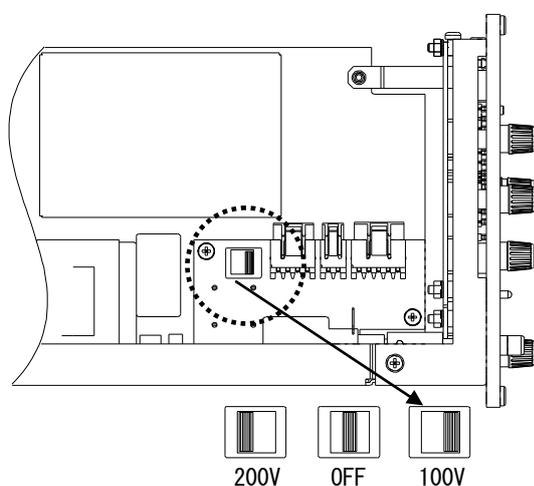

図6-7 AC電源電圧切換スイッチ
3. AC電源電圧セレクトスイッチが図6-7の位置にあります。スイッチはAC200V/ OFF/ AC100Vの選択が可能です。ご使用のAC電源にセレクトスイッチをスライドさせ、切替えてください。AC電源ヒューズはAC100V/ AC200Vに対応していますので、標準搭載されていますヒューズ(AC100V/ AC200V電源両用、100mA: 0334-4306)をそのままお使いください。